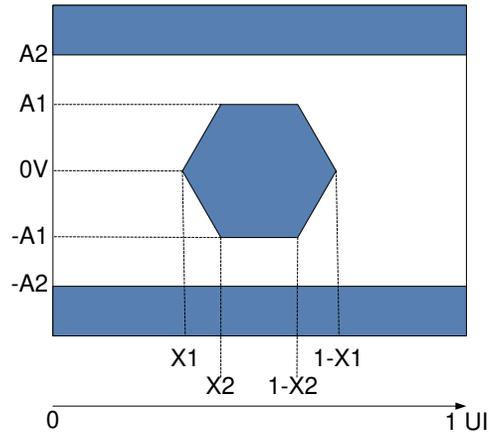

図 5-12. HSSI アイ特性
- (1) DMD を動作させるには、すべての電源接続が必要です。VDD、VDDA、VOFFSET、VBIAS および VRESET。DMD を動作させるには、すべての VSS 接続が必要です。
- (2) すべての電圧値は、グラウンドピン (VSS) を基準としたものです。
- (3) 過剰な電流を防止するため、電源電圧のデルタ |VDDA - VDD| は、指定限界値よりも小さい必要があります。
- (4) 過剰な電流を防止するため、電源電圧のデルタ |VBIAS - VOFFSET| は、指定限界値よりも小さい必要があります。
- (5) 200μs の 3 つのグローバルリセットに基づく電源消費電力。
- (6) LVC MOS 入力仕様は、ピン DMD\_DEN\_ARSTZ に対するものです。
- (7) LVC MOS 出力仕様は、ピン LS\_RDATA\_A および LS\_RDATA\_B に対するものです。
- (8) 図 5-12、レシーバ アイマスク (1e-12 BER) を参照します。
- (9) 式 3 および 式 4 で定義されています。